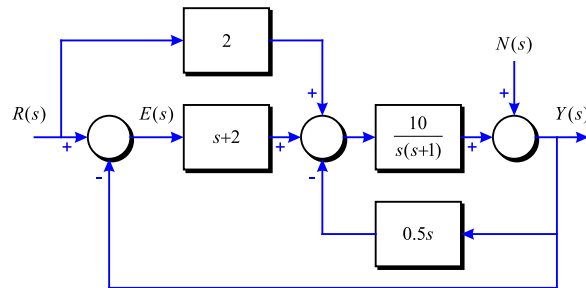

Figura 2-3
**Problema 15** A partir del diagrama de blocs de la Figura 2-3, trobeu les funcions de transferència següents: